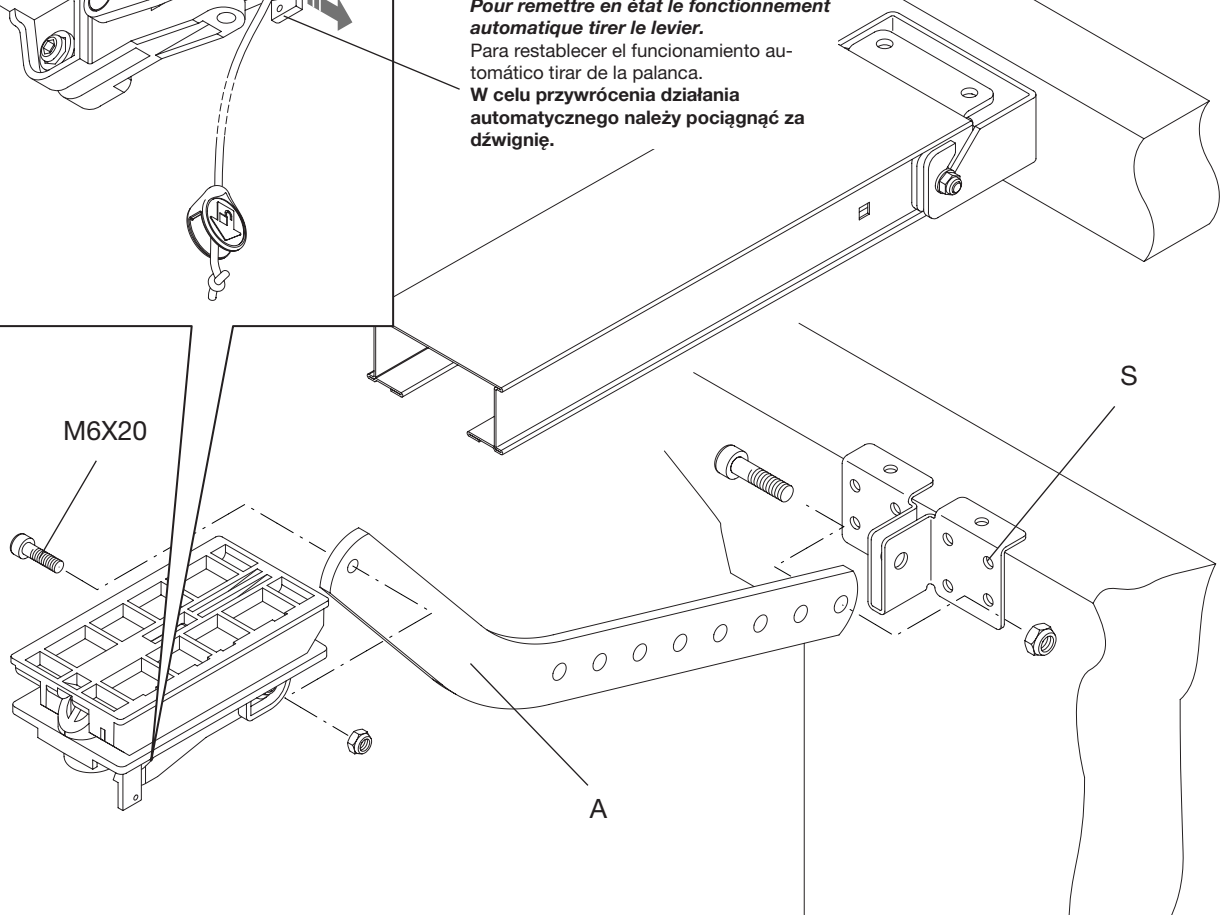

Fig. 14
m) Infilare il cordino nella leva di blocco e nel pomello e annodare come indicato nel particolare di Fig.14